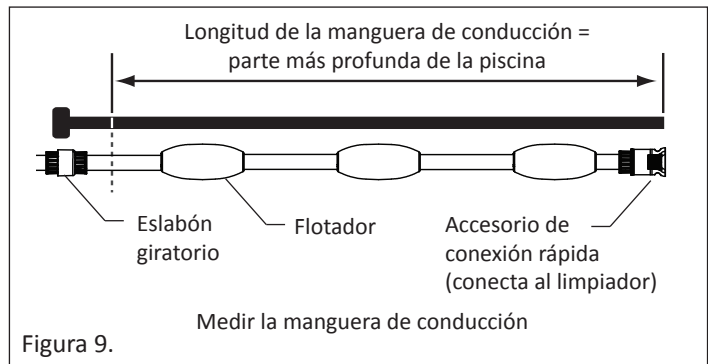

Figura 9.
2. Si la profundidad de la piscina es menor a 10 pies, desconecte la manguera de plomo gris claro suave sección primera etiqueta con eslabón giratorio. Corte la manguera de conducción de manera tal que la longitud sea igual a la parte más profunda de la piscina. Véase Figura 9.